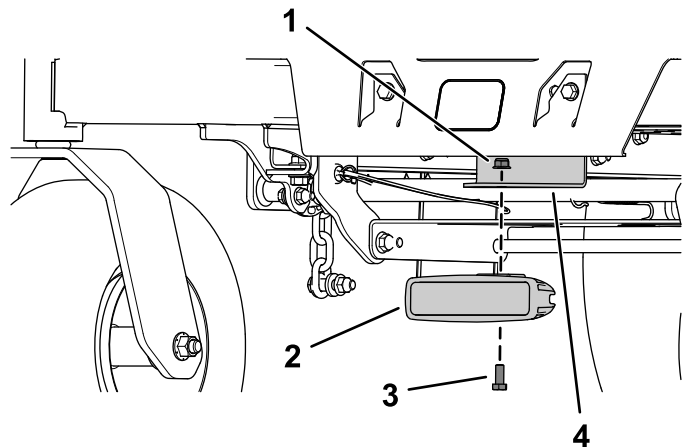

Bild 4
4. Befestigen Sie die LED-Lampe mit einer Sechskantschraube (5/16" x 3/4") und einer Bundmutter (5/16") an der vorderen Lampenhalterung, wie in **Bild 4** abgebildet.